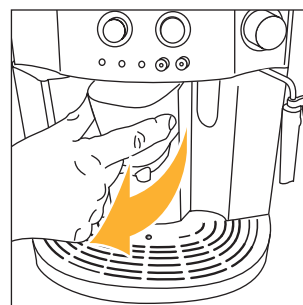
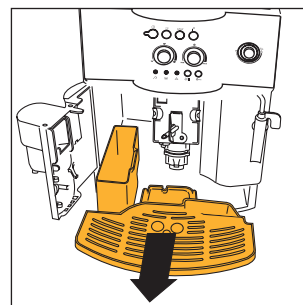

Fig. 15
Fig. 16
OPMERKING 7: het apparaat telt de hoeveelheid gezette kopjes koffie. Na elke 14 gewone kopjes (of 7 dubbele), brandt het controlelampje ☹ continu hoofdstuk 12 – punt 3) om aan te geven dat het bakje voor koffiedik vol is. Maak het bakje leeg en reinig het. Zolang het bakje voor koffiedik niet wordt gereinigd, blijft het controlelampje branden en kan geen koffie worden gezet. Voor de reiniging, open het deurtje vooraan door aan het afgifteblok te trekken (fig. 15); het controlelampje ☹ knippert (zie hoofdstuk 12 punt 9); verwijder nu het druijbakje (fig. 16), ledig en reinig het. Maak het bakje voor koffiedik leeg en reinig het, door alle restjes die zich op de bodem hebben afgezet zorgvuldig te verwijderen. Droog ook eventuele druppels condensvocht af aan de binnenkant van het apparaat en onder het druijbakje.
- open het dienstluikje (fig. 15);
- verwijder het druiptbakje en het bakje voor koffiedik (fig. 16) en was deze;